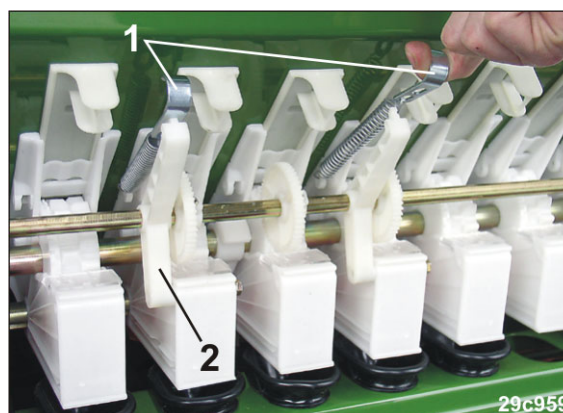

Fig. 217
2. Enlever les ressorts de traction (Fig. 217/1) des paliers de l'arbre de jalonnage (Fig. 217/2).